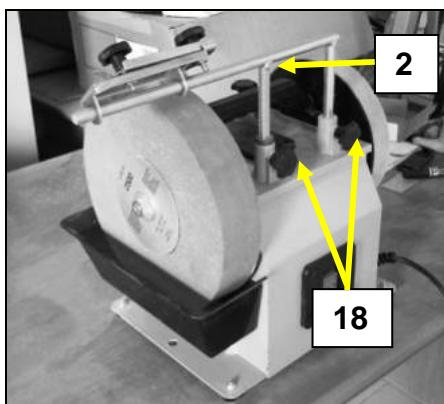
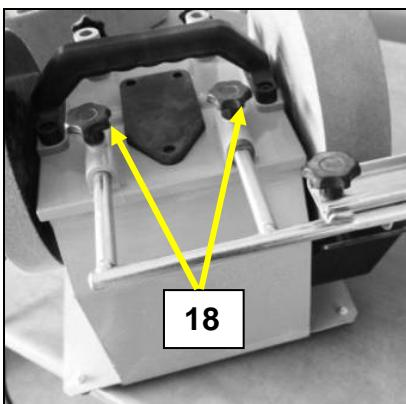
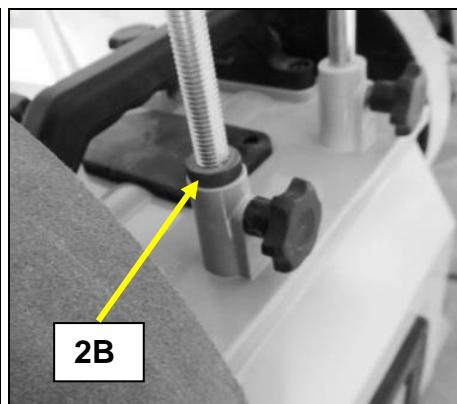

Fig 2
Fig 3
Fig 4
- Positionnez le support en F (2) dans les logements horizontaux (Fig 2) ou verticaux (Fig 3) selon votre convenance.
- Réglez le support en hauteur ou en profondeur, puis serrez-le en position avec les molettes de blocage (18).
**Remarque:** en position verticale (Fig 2), vous pouvez utiliser la molette de réglage (2B) pour ajuster la hauteur du support (Fig 4).